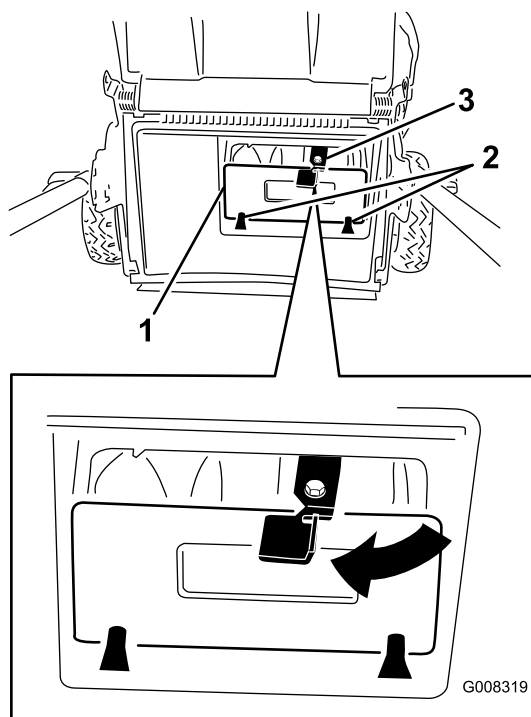

Figure 18
3. Tournez le verrou du levier dans le sens horaire en position verrouillée (Figure 18).